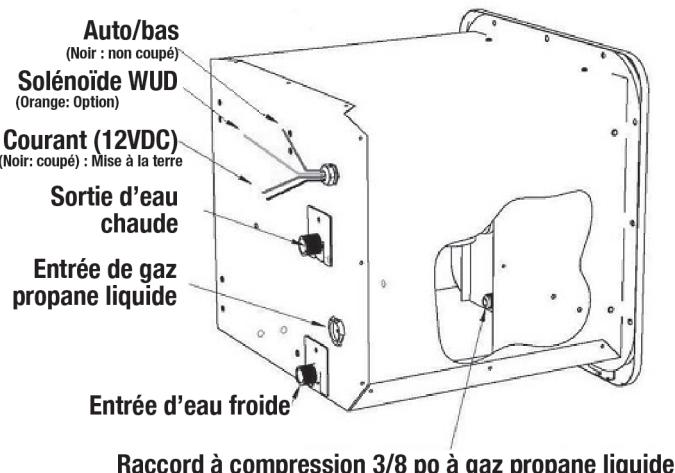

Figure 2
Insérer partiellement le chauffe-eau dans l'ouverture et raccorder les conduites d'eau chaude et froide aux raccords $\frac{1}{2}$ po NPT. Les raccordements peuvent être faits à l'aide d'adaptateurs à écrou tournant PEX à filetage droit NPS et d'un joint étanche à cône ou avec un écran $\frac{1}{2}$ FTP standard. Les écrous tournants PEX ne requiront qu'un serrage à la main. Avec un écrou $\frac{1}{2}$ po FTP standard, ne pas utiliser de ruban Téflon et/ou de pâte à tuyau PTFE et ne pas trop serrer (Figure 2, page 6).
Raccorder le gaz à l'aide d'une conduite à gaz propane liquide de 3/8 po. Placer l'oeillet sur la ligne devant l'écrou à compression avant d'évaser la conduite (Figure 2). **Utiliser du calfeutrage au besoin pour créer un joint permanent avec le boîtier autour de l'oeillet en caoutchouc.**
- La longueur des fils externes, ceux qui s'étendent au-delà de la bride de cordon à l'arrière de l'appareil (Figure 2), ne doit pas être raccourcie pour aucune raison. Si les fils sont coupés, il ne sera plus possible d'enlever le boîtier de contrôle lors des réparations ou des tests.